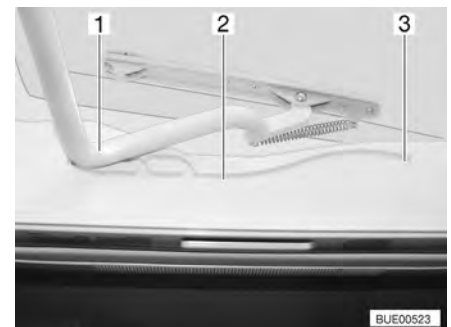

Fig. 77 Lanterneau Heki, glissière
- Tirer l'étrier (Fig. 77,1) dans les glissières (Fig. 77,2) jusque dans la position la plus reculée (Fig. 77,3).
- Pousser l'étrier (Fig. 77,1) légèrement vers le haut avec les deux mains.
- Tirer l'étrier dans les glissières (Fig. 77,2) jusqu'à la position souhaitée.